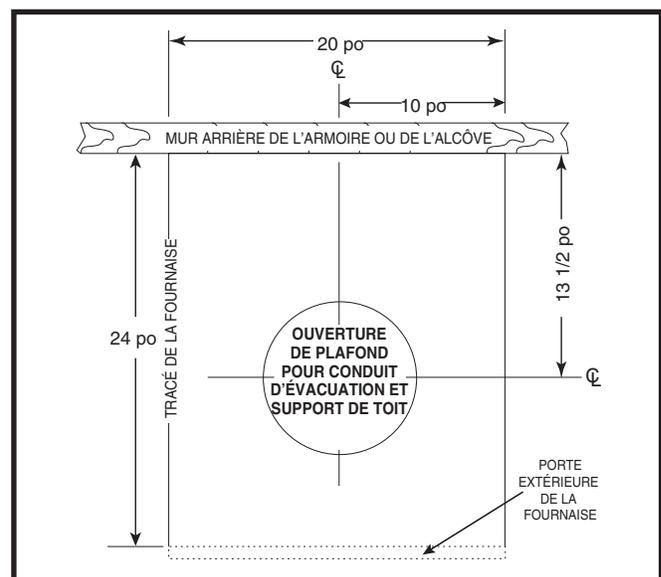

Figure 19. Dimensions de coupe pour le conduit d'évacuation et le support de toit
- Positionnez le centre de l'ouverture du support de toit, mesurez 13 1/2 po depuis le mur arrière de l'armoire ou de l'alcôve, le long de la ligne centrale de l'ouverture de la fournaise et du plancher. Voyez la Figure 19.